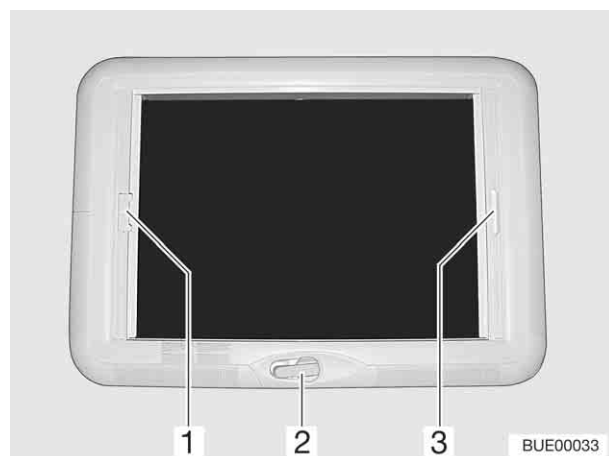

Fig. 58 Lanterneau panoramique multi-positions
- Tourner la manivelle (Fig. 58,2) jusqu'à ressentir une résistance (angle d'ouverture max. 70°).
- Tirer le dispositif occultant plissé par la poignée (Fig. 58,1) et le relâcher lorsqu'il a atteint la position voulue. Le dispositif occultant plissé reste alors à cette position.
- Tirer sur la poignée (Fig. 58,3) de la moustiquaire jusqu'à toucher la poignée du dispositif occultant plissé (Fig. 58,1) située vis-à-vis et la laisser s'enclencher.
- Appuyer sur la poignée de la moustiquaire vers l'arrière et le haut et décrocher la moustiquaire du dispositif occultant plissé (Fig. 58,1).
- Laisser revenir lentement la moustiquaire en la maintenant par la poignée (Fig. 58,3).